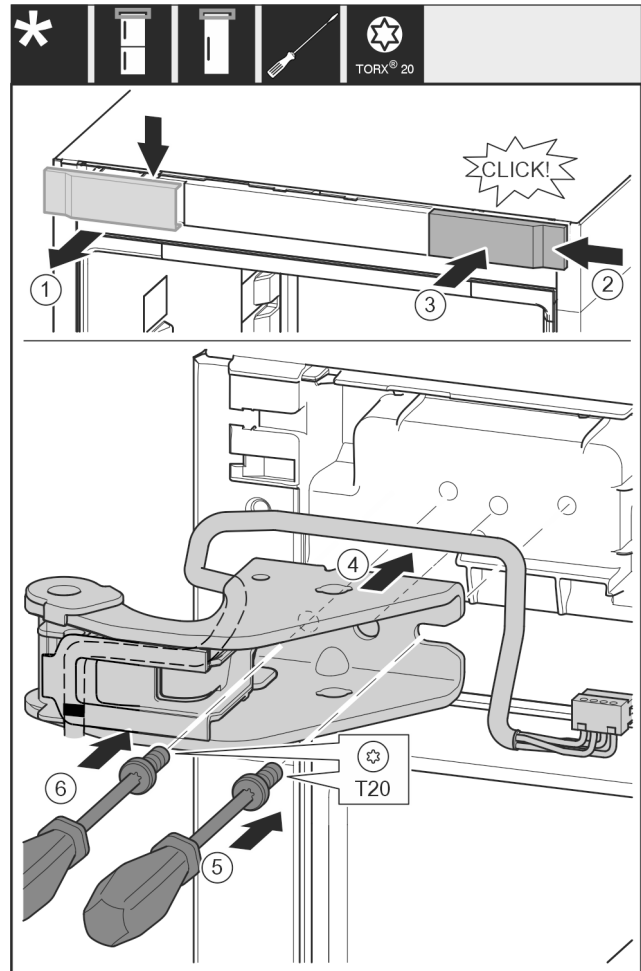

Fig. 22
- ▶ Detașați apărătoarea de sus spre înainte. Fig. 22 (1)
- ▶ Acroșați pe cealaltă parte din dreapta capacul rotit cu 180°. Fig. 22 (2)
- ▶ Fixați în poziție apărătoarea. Fig. 22 (3)
- ▶ Așezați suportul de lagăr superior. Fig. 22 (4)
- ▶ Așezați și înșurubați ferm șurubul cu șurubelnița T20. Fig. 22 (5)
- ▶ Introduceți și înșurubați ferm șurubul cu șurubelnița T20. Fig. 22 (6)